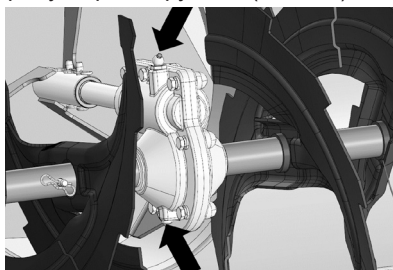

Рис. 28. Обслуживание редуктора
1. Очистите от загрязнений винт в нижней части редуктора, пресс-маслёнку в верхней части редуктора и корпус редуктора вокруг них (Рис. 28).
3. Выкрутите винт в нижней части редуктора и подложите под нижнее отверстие в редукторе кусок ветоши (Рис. 28).
4. Установите наконечник шприца на пресс-маслёнку и начните заправлять смазку в редуктор (Рис. 28).